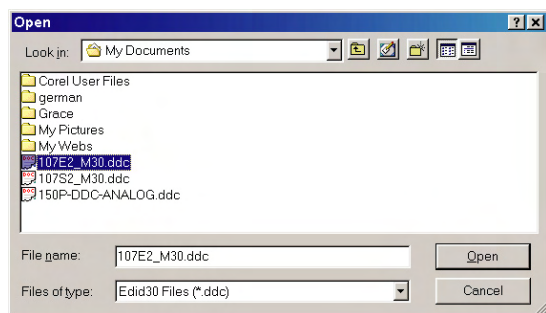

Fig. 20
2. Selecione o arquivo que você deseja abrir como mostrado na fig. 20.